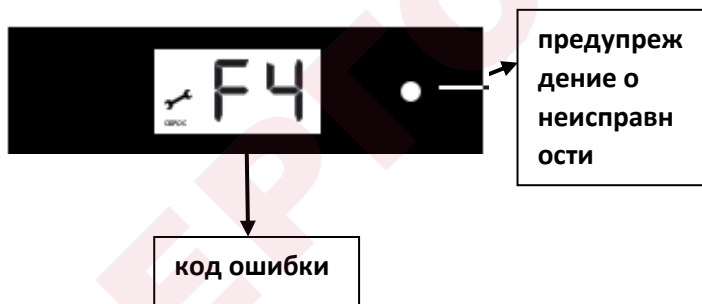

Рисунок 24
- Установите в точке замера давления выходящего газа (Ø9 мм) U-манометр (Рисунок 24), После удаления защитного колпачка винта настройки регулятора максимального давления, указанного на Рисунке 24 под номером "2", для увеличения объема газа, подаваемого в горелку, медленно поверните по часовой стрелке, для уменьшения объема газа - поверните против часовой стрелки.
- Установите в точке замера давления выходящего газа (Ø9 мм) U-манометр (Рисунок 24),